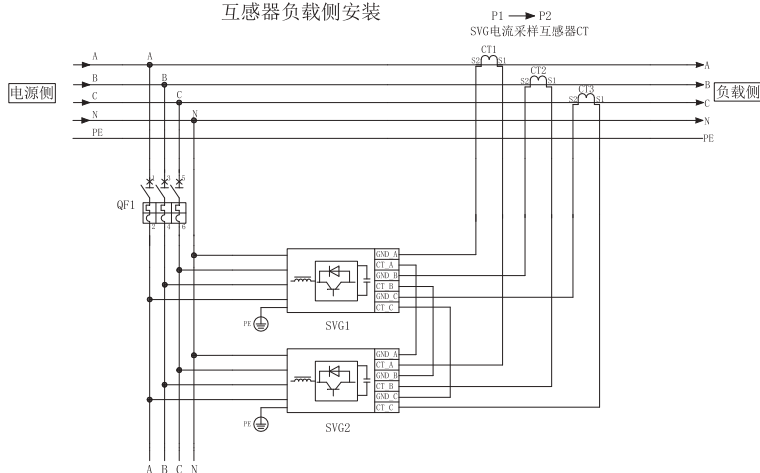

图.6-5 并机主回路接线及互感器接线方式（负载侧安装）
b. 两模块并机主回路接线及互感器接线（并机负载侧安装见图6-5）